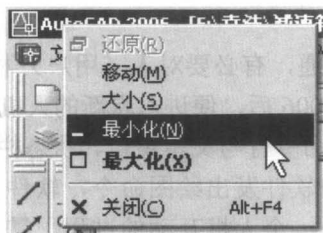

图 1-2 AutoCAD 2006 的控制下拉菜单
(1) 标题栏 标题栏位于应用程序窗口的最上方, 用于显示 AutoCAD 的程序图标以及当前打开图形文件的名称。如果没有打开任何文件, AutoCAD 将缺省图形文件名称为 DrawingN.dwg (N 随着打开文件的数目, 依次显示为 1、2、3...)。单击标题栏最左边的 AutoCAD 软件图标, 会弹出一个控制下拉菜单, 如图 1-2 所示。利用该下拉菜单中的命令, 可以完成窗口还原、移动、最大化、最小化、关闭的 AutoCAD 操作。在标题栏右侧有三个 Windows 标准按钮, 其功能依次为最小化、最大化、关闭。